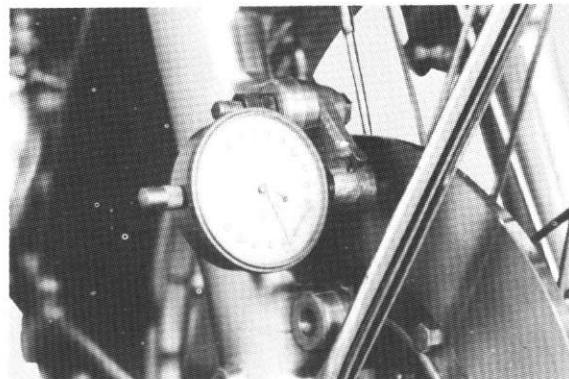

Fig. 37
If the disc shows a deflection of 0.15 mm. or more, check the disk itself and the bearings. (Fig. 37)
Si le degré de voilement atteint ou excède 0,15 mm, contrôler le disque et les roulements de roue. (Fig. 37)
Wenn die Scheibe einen Schlag von 0,15 mm. oder mehr aufweist, sind die Scheibe und die Lager zu prüfen. (Abb. 37)
- (c) While inserting the piston, special care should be taken so that the piston goes into the cylinder smoothly. (Fig. 37)